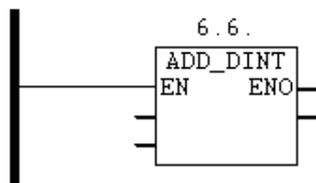

Рис. 1. Функция ADD (сложение)
**Элементарные функции.** Пример функции ADD показан на рис. 1.